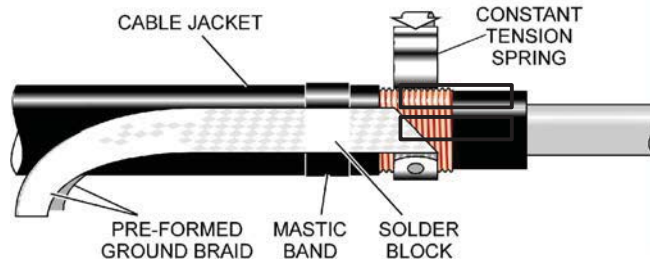

FIGURE 2
STEP 12: SECURE THE GROUND BRAID TO THE CABLE BY WRAPPING A CONSTANT TENSION SPRING AROUND THE PORTION OF THE BRAID THAT IS POSITIONED OVER THE LC SHIELD AS SHOWN IN **FIGURE 2**. BE SURE TO PULL THE LAST WRAP OF THE SPRING TO INSURE THAT IT IS TIGHT. TIGHTLY WRAP TWO HALF-LAPPED LAYERS OF 3/4" VINYL TAPE AROUND THE CONSTANT TENSION SPRING IN ORDER TO KEEP IT TIGHT.
STEP 13: POSITION THE TAILS OF THE PRE-FORMED GROUND BRAID ALONG THE CABLE. SELECT ONE OF THE MASTIC STRIPS (BLACK WITH WHITE RELEASE LINERS) FROM THE KIT. REMOVE THE LINER AND WRAP THE MASTIC WITH LIGHT TENSION AROUND THE CABLE DIRECTLY UNDER THE SOLDER BLOCK ON THE BRAIDS. SEE **FIGURE 2**. INSTALL **ONLY ONE** (1) LAYER OF THIS MASTIC. DISCARD ANY ACCESS.